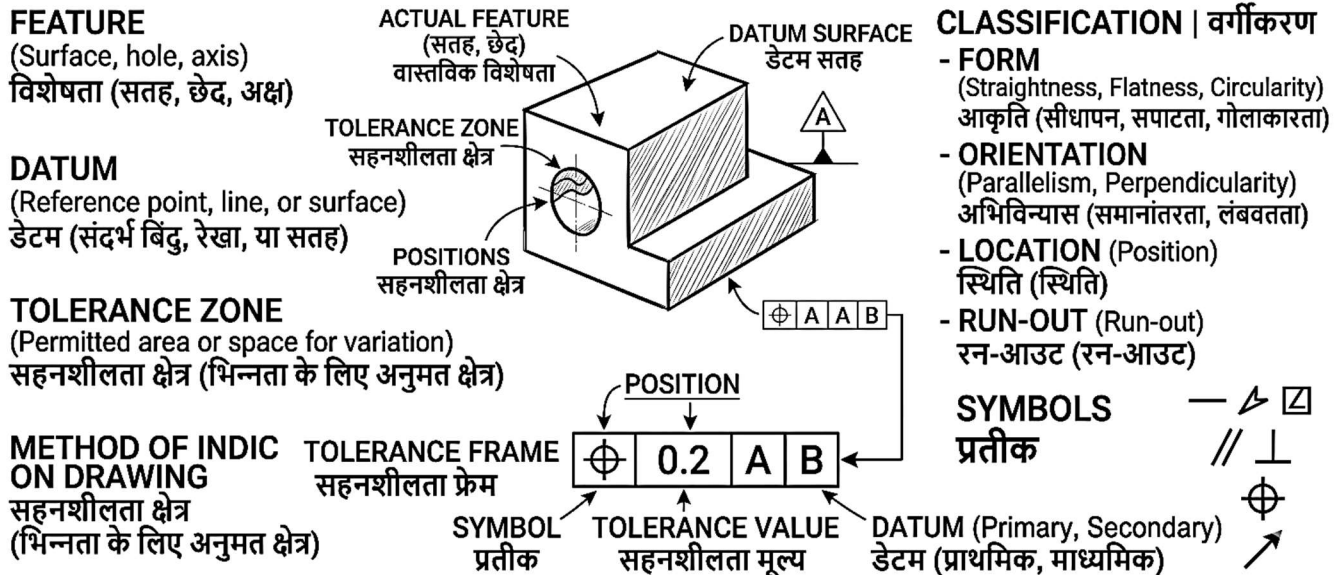

Fig. 2.1: Geometrical Tolerance System | ज्यामितीय सहनशीलता प्रणाली
2.1.1 Introduction (Fig. 2.1)
2.1.1 परिचय (Fig. 2.1)